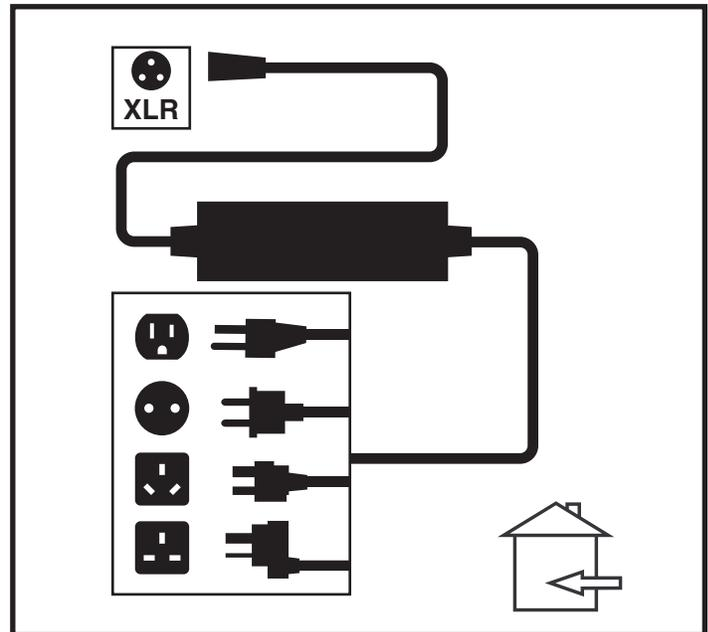

Bild 15. Batterie lädt
3. Stöpseln Sie das externe Ladegerät in die externes- Ladegerät/Programmierungsteckdose an der Steuerung. **Siehe Bild 15.**